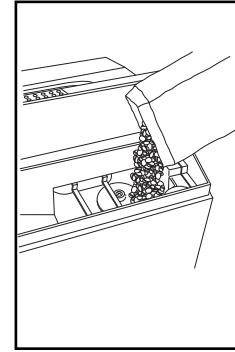

Fig. 5
10. Bean Container (See Fig. 5)